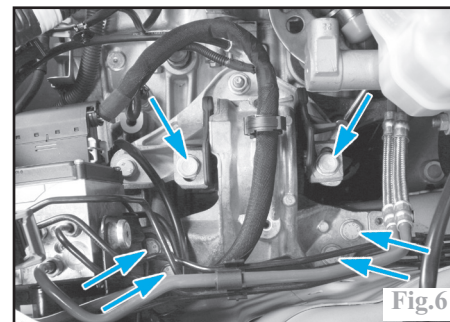

Fig.6
-le support de la boîte (Fig.6).